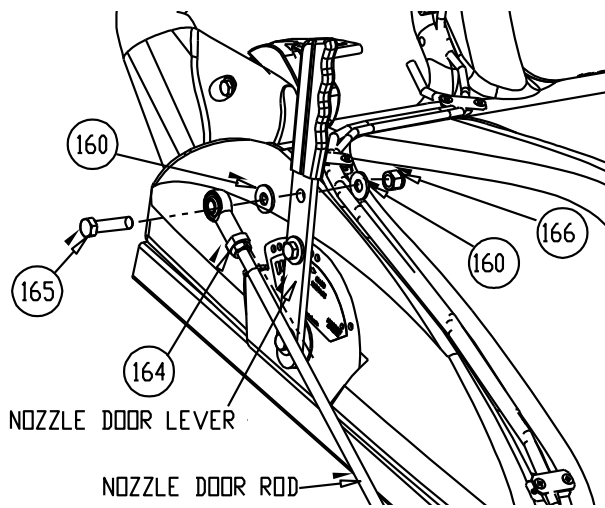

Fig. 5
7. Fastgør enden af stangen til stangen (se fig. 5 på næste side)